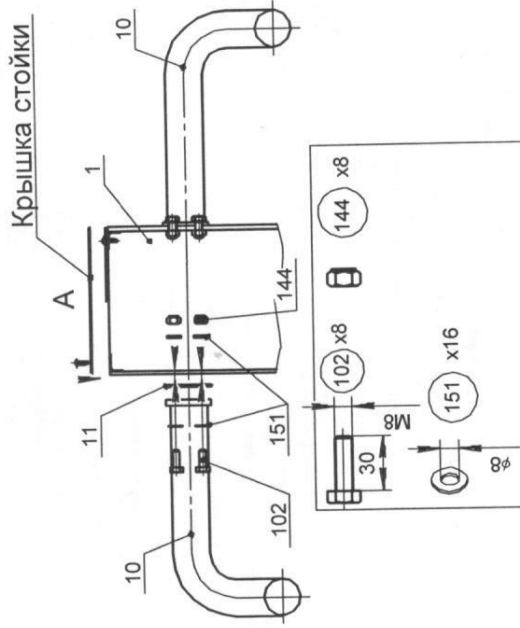

Рис.5
12.3.9.1 Снять крышку стойки, установить и закрепить рукоятки поз.10, установить и закрепить крышку стойки (рис. 5).